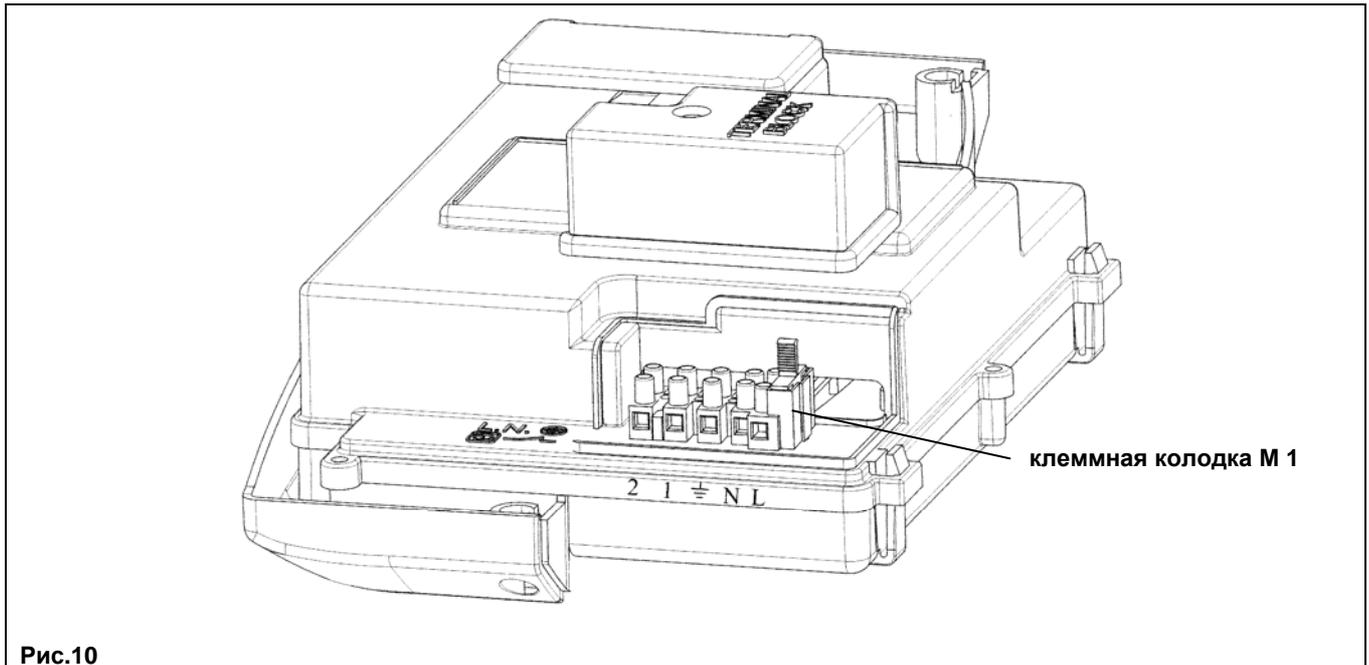

Рис.10
- для доступа к контактам снимите крышку (рис.10).
- откройте доступ к клеммам подключения электропитания (рис.10), как описано выше;
- удалите перемычку между клеммами (1) и (2);
- проденьте двухпроводной кабель, идущий от термостата, через держатель и подключите его к клеммам (1) и (2).